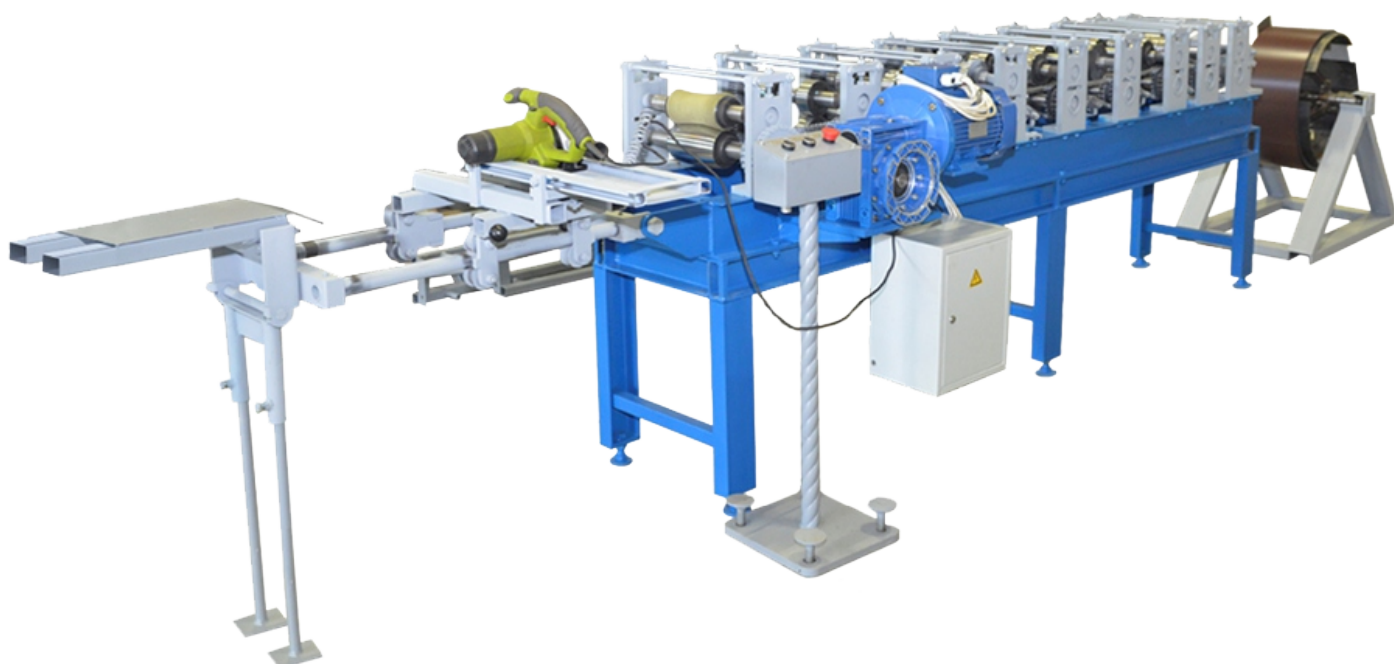

Рис.1. Машина профилегибочная «Сфера СД-250»
3.1. Стан предназначен для изготовления профиля применяемых для облицовки фасадов зданий и домов покрытия ТУ 25.23.11-020-05071513-2018. (рис. 1, прил.1 п.1.3.), из рулонной стали с декоративно защитным покрытием непрерывным способом.